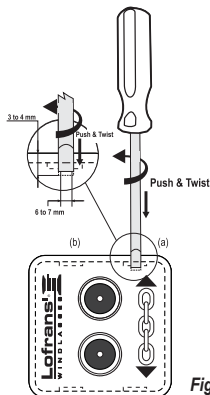

Fig.5
- Per rimuovere il coperchio a clip, far scorrere un cacciavite a testa piatta, con punta larga 6-7 mm, tra il coperchio a clip e il cruscotto in posizione (a), quindi in posizione (b) e ruotare leggermente la punta. Spingere la punta del cacciavite per almeno 3-4 mm prima di ruotarlo. (vedi Fig.5)